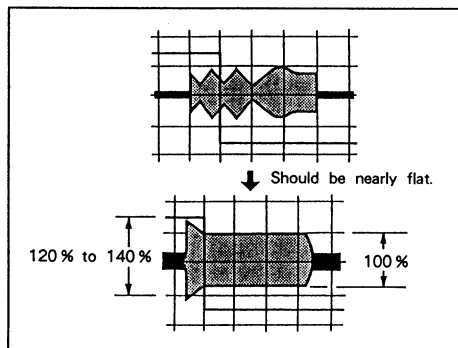

Abb. 2.32
- 3) Drehen Sie TG2 langsam im Uhrzeigersinn, um den Verlauf des Eingangs-Signals fast flach zu machen (siehe Abb. 2.32).